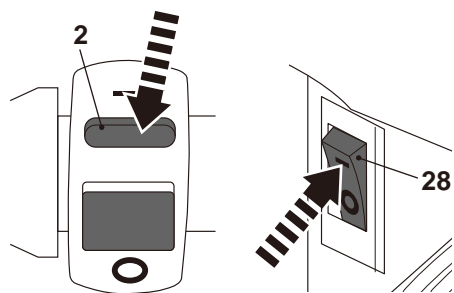

Fig. 30
- > Defina o interruptor de ignição no guiador superior (2) e no motor (28) para a posição "I" para ligar o produto (Fig. 30).